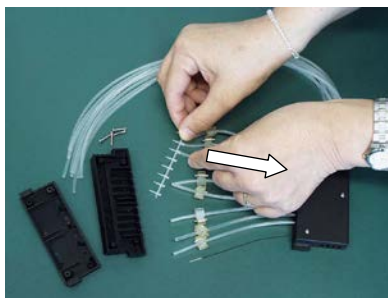

图 5-32. 移除旧的分液头夹带
3. 从分液盒移除分液头夹带、管体紧固器和剩余管体。然后将管体从分液头夹带拉出，将分液头夹带从管体卸下 (图 5-32)。